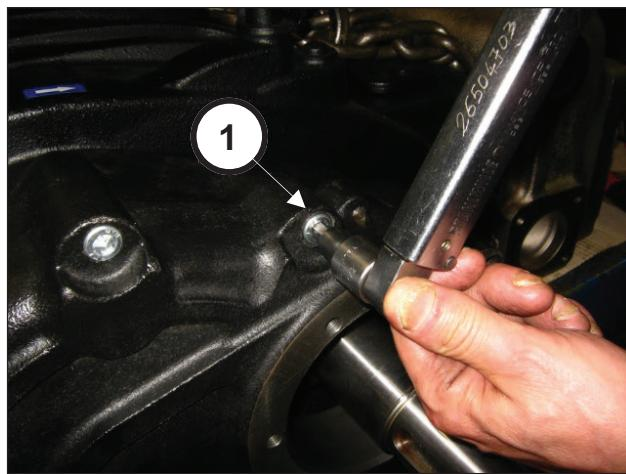

Fig. 86
Montare il coperchio riduttore (pos. ①, Fig. 85) e fissarlo mediante 8 viti M10x50 (pos. ①, Fig. 86).